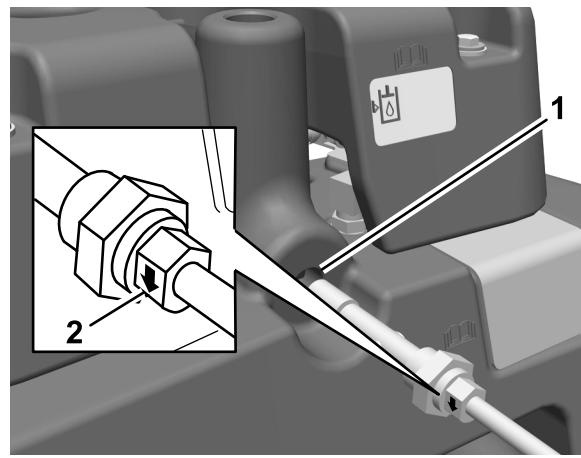

Figura 7
- Retire o bujão do depósito hidráulico principal e instale o sensor de nível de óleo hidráulico (Figura 7).
Nota: Certifique-se de que as setas de indicação em cada lado da porca que prende o sensor de nível de óleo hidráulico apontam para baixo (Figura 7).